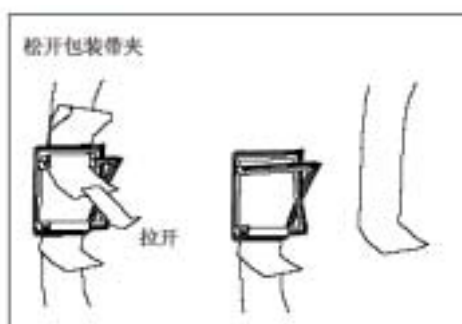

图5-2 松动包装带
2. 拉动包装夹中的带环的松动端，松开包装带，此包装带将数字放映机头纸箱固定在木底板架上（1）。（图 5-2）
4. 拉动包装夹中带环的松动端，松开包装带，此包装带将数字放映机头固定在木底板上（4）。（图 5-2）
4. 拉动包装夹中带环的松动端，松开包装带，此包装带将数字放映机底座固定在木底板上（4）（图 5-2）